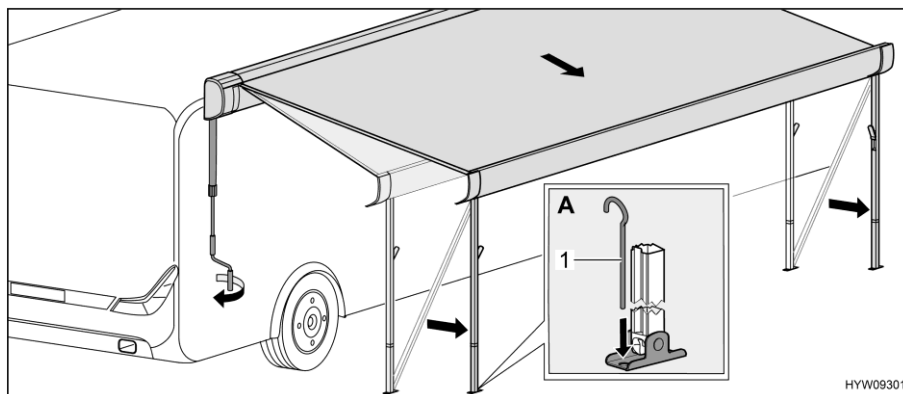

Fig. 48 Collocazione della tenda nella posizione finale
- Servendosi di puntelli (Fig. 48,1), fissare a terra i montanti di supporto (Fig. 48,A).